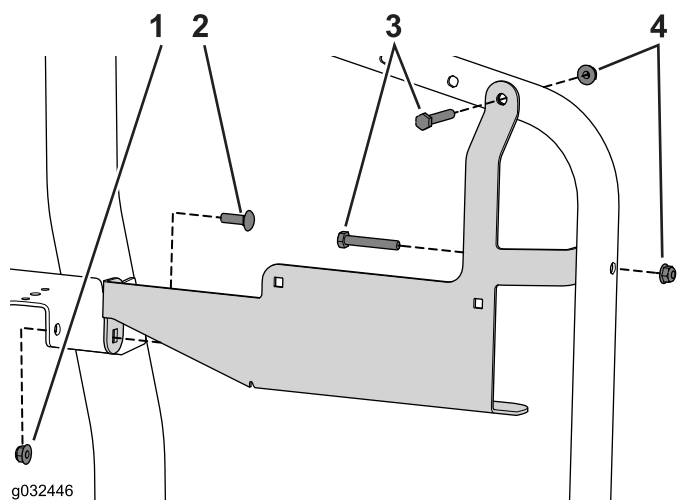

Figura 30
1. Utilice los 3 pernos de cuello cuadrado (5/16" x 1" y 5/16" x 1") y 3 tuercas con arandela prensada para sujetar el soporte al bastidor (Figura 30).